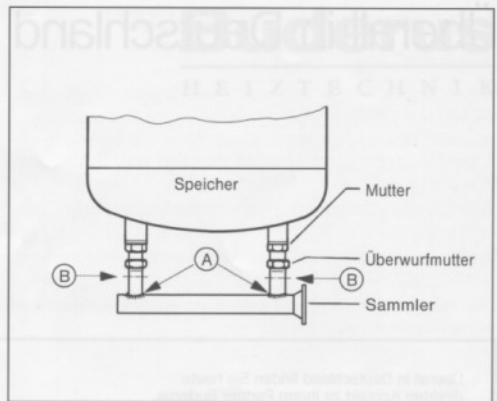

Abb. 8 – Draufsicht
- Sammler mit Überwurfmutter und Dichtung an Anschlußenden der Heizschlange anschrauben (Abb. 8).
- Mutter der Heizschlangendurchführung und Überwurfmutter in der genannten Reihenfolge anziehen (Abb. 8).
Hinweis: Bei Verspannungen müssen die Anschweißenden (A) erwärmt und Muttern nachgezogen werden (Abb. 8).
Evtl. Rohre trennen (B), ausgleichen und wieder anschweißen (Abb. 8).